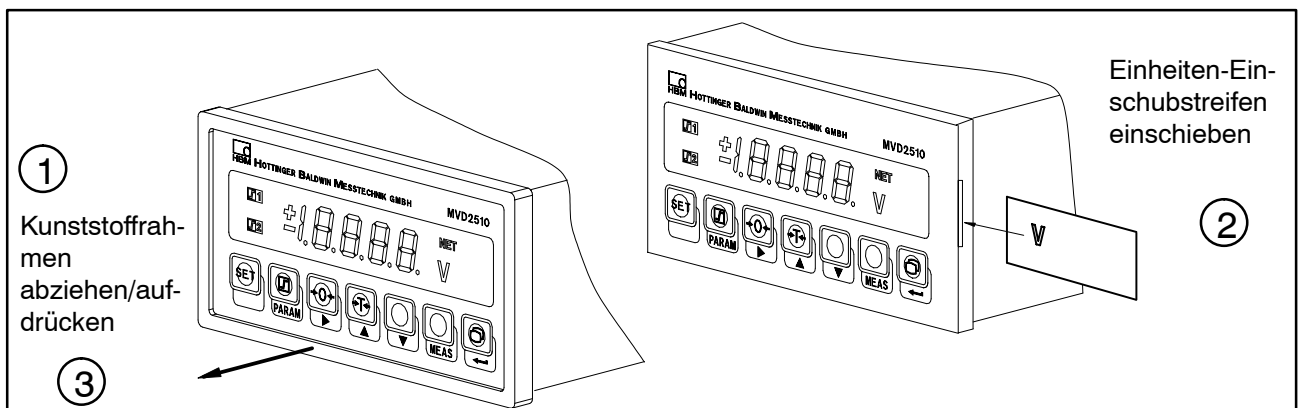

**Abb.3.2:** Lage der Steckbrücke und der Sicherung auf der Platine
- 3 Ändern Sie die Einstellung mit Hilfe der Steckbrücken entsprechend Abb.3.2.
Das analoge Ausgangssignal (Spannung oder Strom) wählen Sie durch umstecken der Steckbrücke ST5 (siehe Abb.3.2). Die Wahl  $\pm 20$  mA bzw. 4...20 mA erfolgt im Bediendialog.